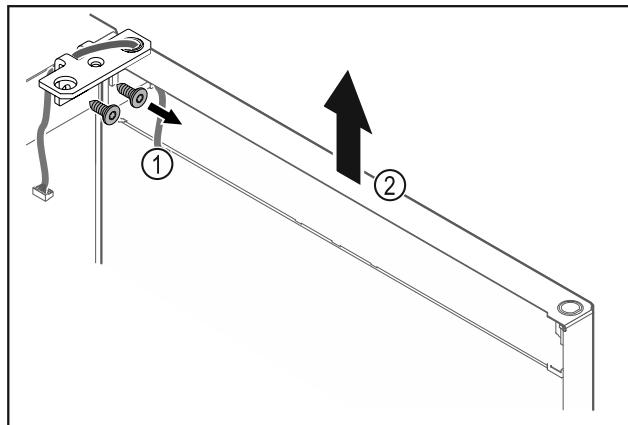

Fig. 26
- Ξεβιδώστε τη γωνία μεντεσέ Fig. 26 (1).
- Σηκώστε την πόρτα μαζί με τη γωνία μεντεσέ Fig. 26 (2) περίπου 200 mm ευθεία προς τα επάνω και αφαιρέστε τη.